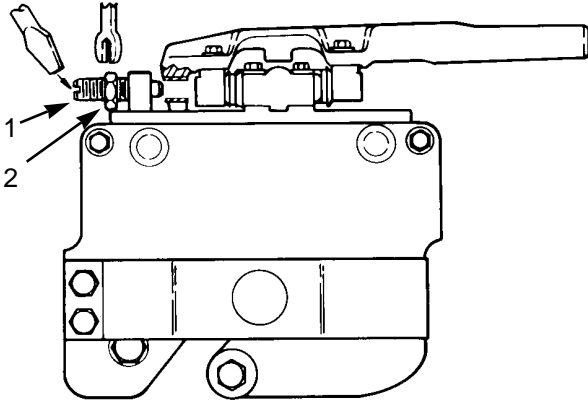

図 14
2. 接触が全くない場合には、両側のアジャスタの固定ナットをゆるめ(図14)、軽い接触音が聞こえる所まで両側を均等に締めて(右回し)やる。
1. エンジンを始動しカッティングユニットをコンパネ等の平面上(最低 50cm x 75cm は必要)に下ろす。エンジンを停止しキーを抜き取る。ロックアウト・ピン(図14)のジャムナットをゆるめてピンをピボ
5. ロック・ピンを抜いてカッティングユニットが自由にフロートできるようにする(図14)。